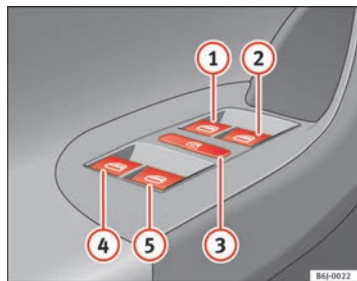

Abb. 47 Ausschnitt aus der Fahrertür: Schalter für die Fenster vorne und hinten
Die Tasten ⇒ Seite 88, Abb. 47 ①, ②, ④ und ⑤ weisen zwei Stufen zum Öffnen und zwei zum Schließen des Fensters auf.